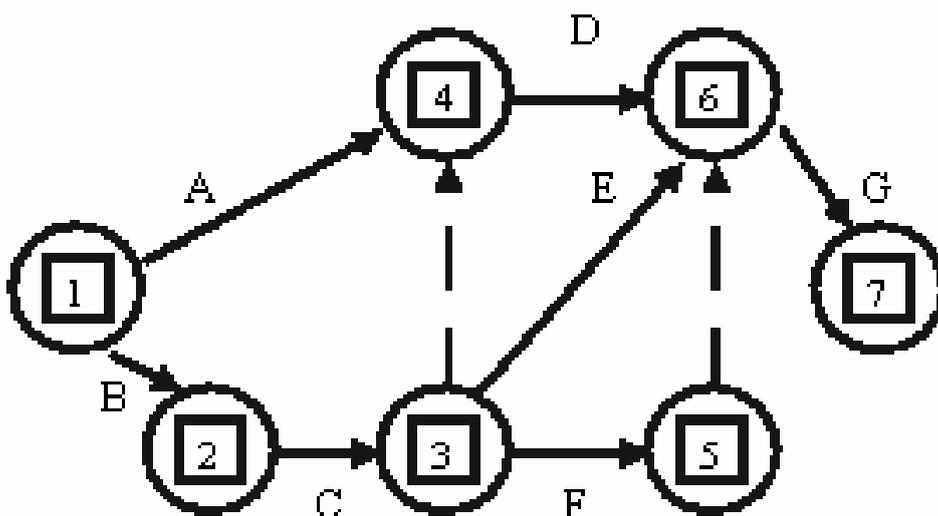

Рис. 7. Пример выполнения сетевого графика
*Путь* – последовательность взаимосвязанных работ, ведущая из одной вершины проекта в другую вершину. Например, (см. рис. 7), {A, D, G} и {C, F} – два различных пути.